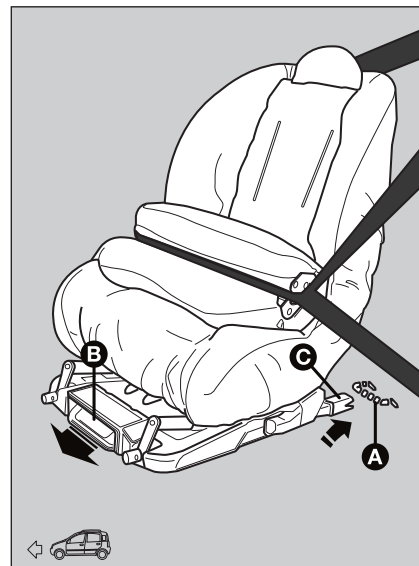

fig. 15
- ☐ asegúrese de que la palanca de desenenganche **B-fig. 15** esté en la posición de reposo (hacia adentro);